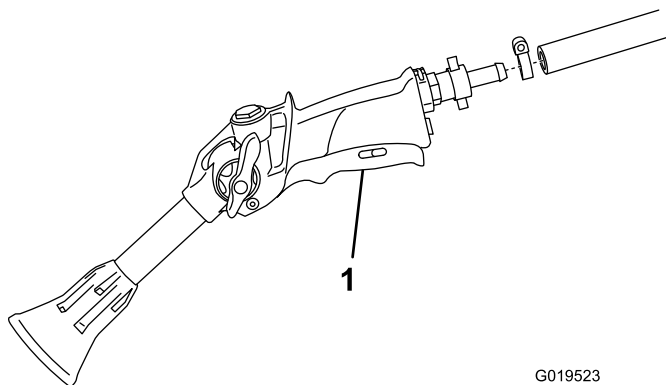

Figura 11
- 1. Collegate l'estremità libera del flessibile lungo al raccordo sulla pistola a spruzzo (Figura 11).